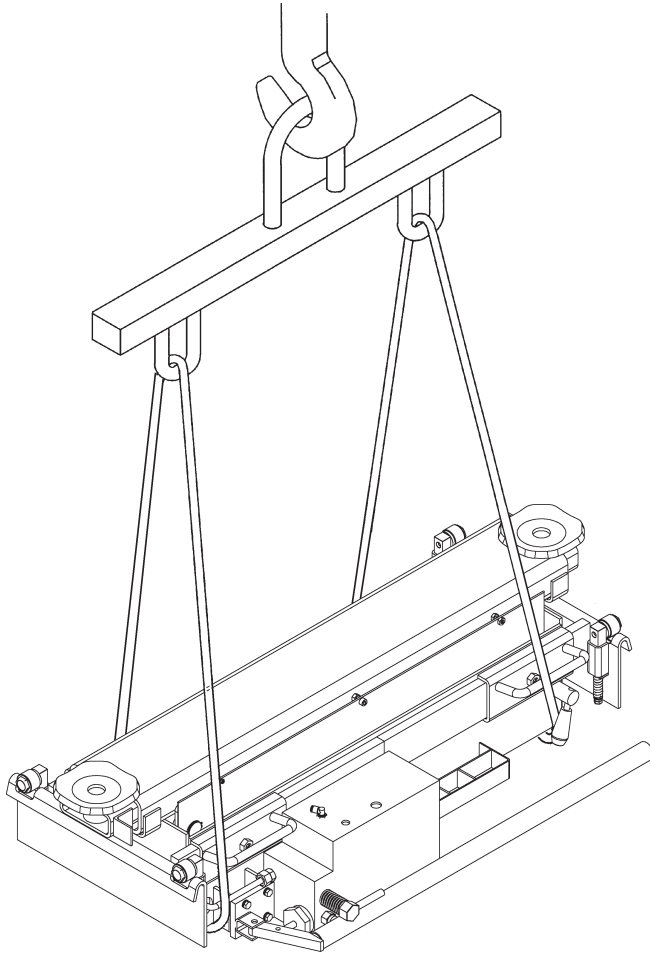

Fig. 2
- sollevare la macchina mediante l'uso di gru posizionando le brache come indicato in **fig. 2**;
- lift the machine using a fork-lift truck (crane), positioning the forks as shown in **Fig.2**;
- die Einrichtung mit einem Kran anheben, dabei die Seile gemäß **Abb. 2** anlegen.
- soulever la machine avec un chariot élévateur (grue) en positionnant les bras comme indiqué à la **Fig. 2**;
- elevar la máquina con grúa colocando las eslingas como se indica en la **Fig. 2**;